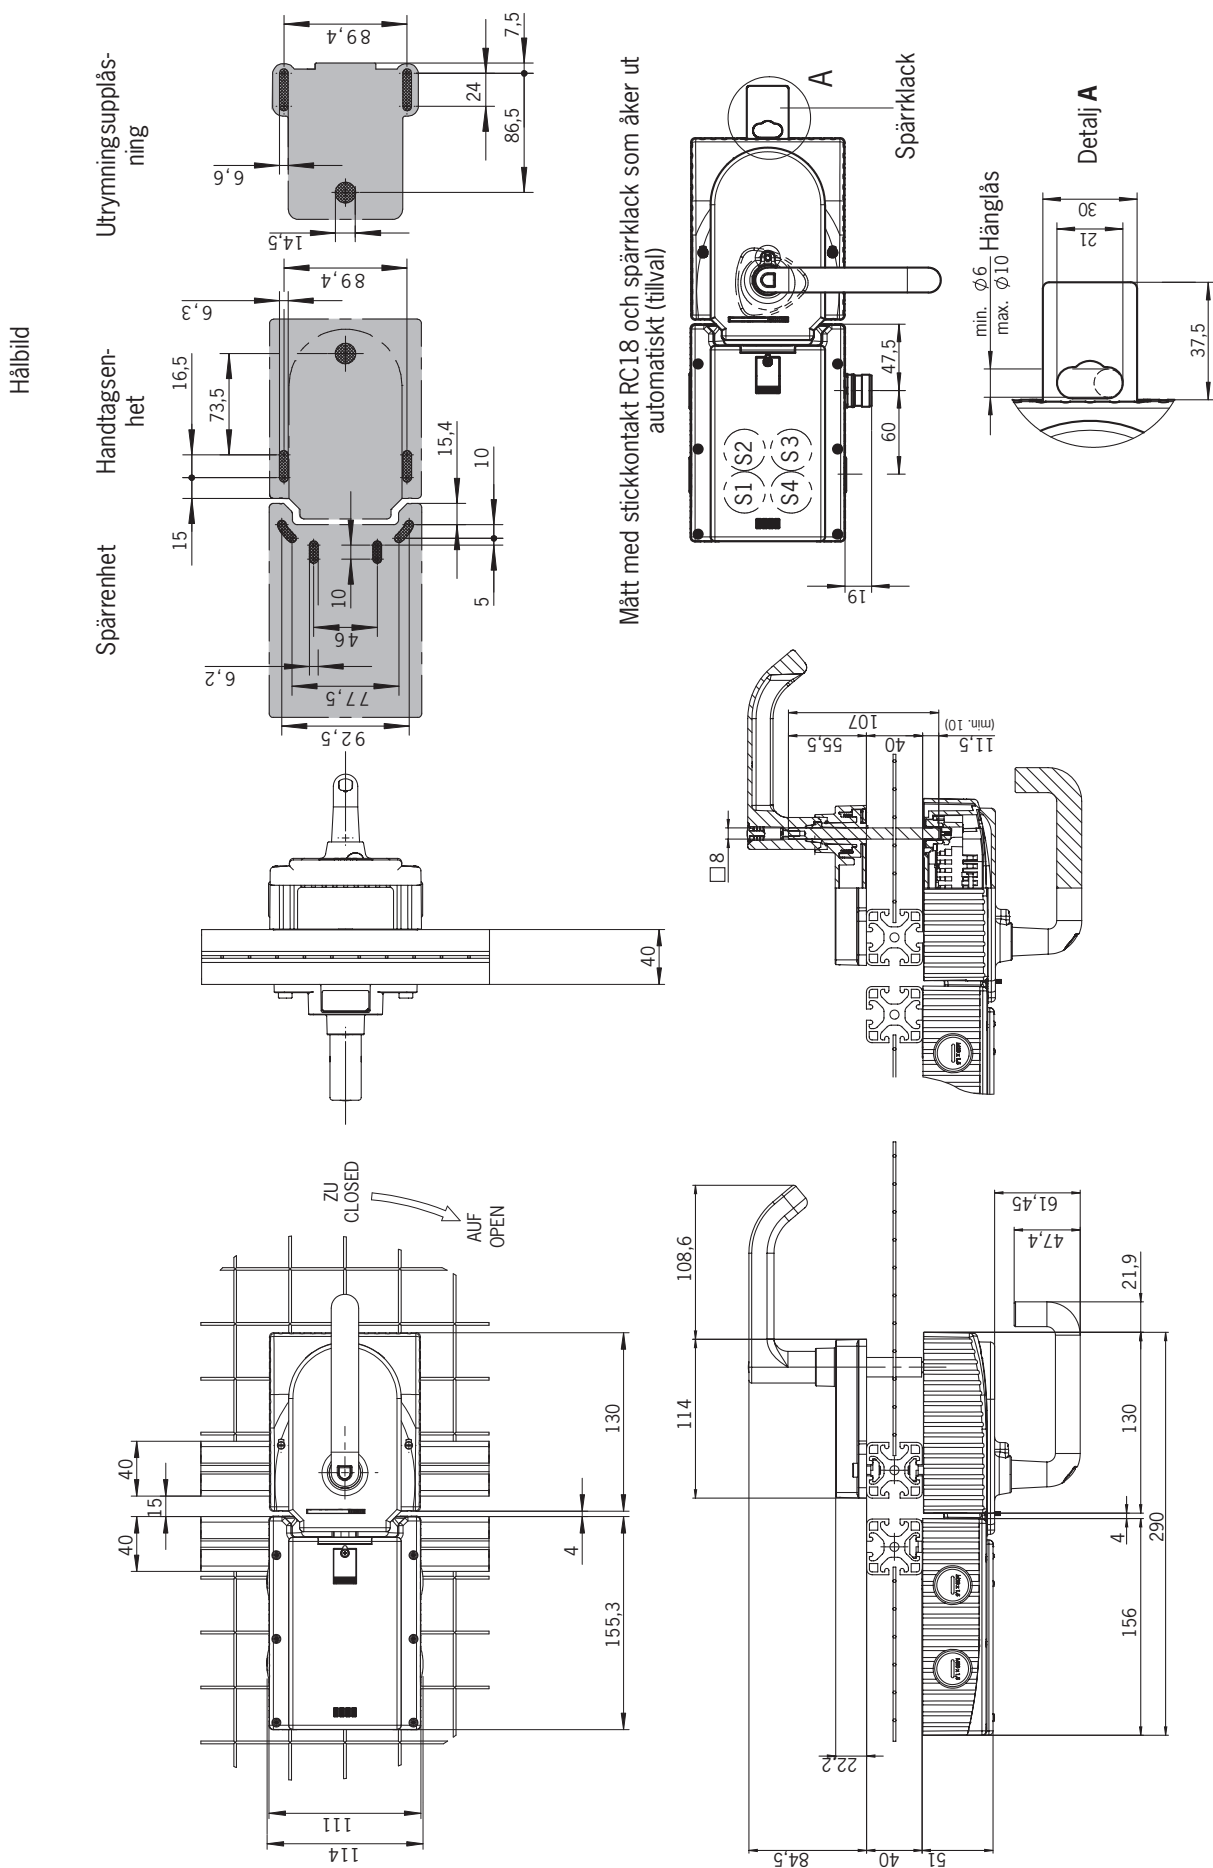
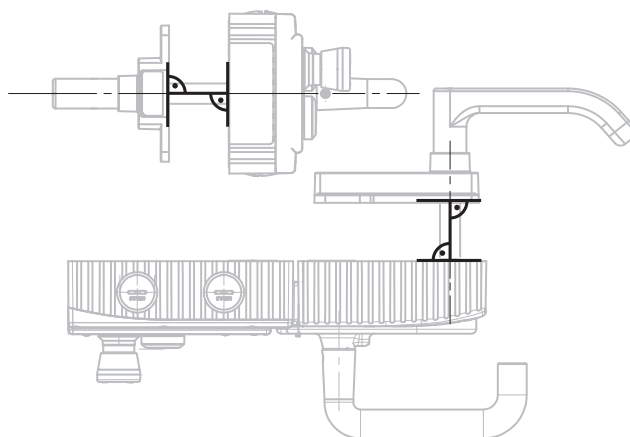

Bild 4: Måttitning MGB monterad, utan monteringsplattor som tillval
Bild 8: Monteringsexempel för högersvängd dörr (översiktsbild)
- › Ställ in utrymningsupplåsningens axel i rät vinkel mot handtagsenheten. Se *Bild 4* och *Bild 8*.
Monteringssteg, se *Bild 8* och *Bild 9* till *Bild 14*.